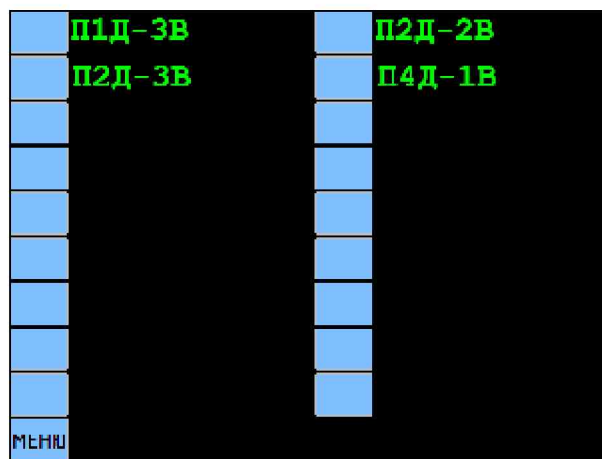

Рисунок 2.2 – Меню выбора типа ВКУ
Примечание – Значения параметров **Uраб**, **Uрк**, **f** и **t**, введённые в память прибора, соответствуют требованиям ТД на каждый тип ВКУ, присутствующий в меню выбора типа ВКУ (рисунок 2.2).
2.2.3.18. Для измерения параметров изделия другого типа нажать кнопку «**НАЗАД**». На экран выводится изображение, приведённое на рисунке 2.5. Нажать кнопку «**ТИП**» и в появившемся на экране меню выбора типа ВКУ (рисунок 2.2) выбрать необходимое изделие. На экран выводится изображение, аналогичное приведённому на рисунке 2.5, с новым выбранным типом ВКУ и соответствующими ему режимами испытаний.